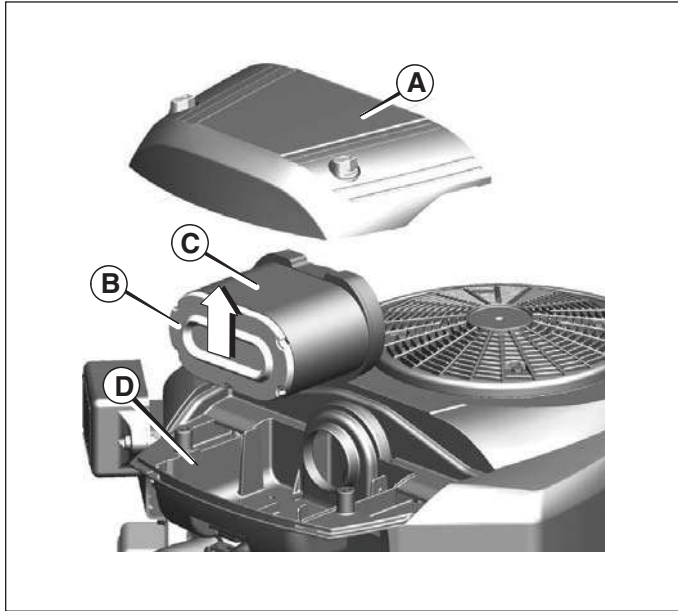

Figura 15
1. Retire la cubierta (**A**, Figura 15).